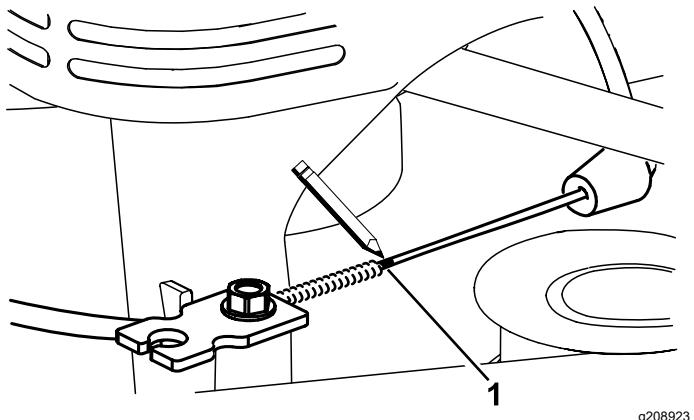
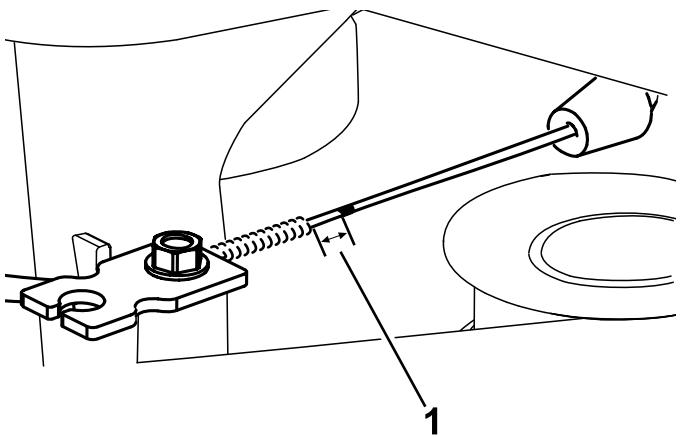

Figure 41
Figure 42
7. Faites une marque sur le câble de frein (Figure 41), puis réglez la gaine jusqu'à obtenir un mou d'environ 11 mm (7/16 po) (Figure 42).